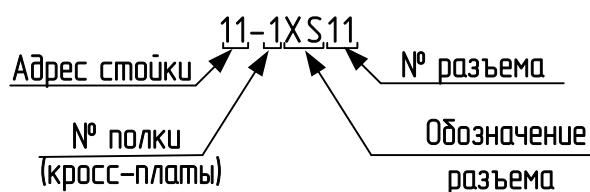

Рисунок 5.2 – Нумерация разъемов на кросс-платах
5.4 Нумерация разъемов на кросс-платах (рисунок 5.2) состоит из адреса стойки, номера полки, обозначения разъема, номера разъёма.